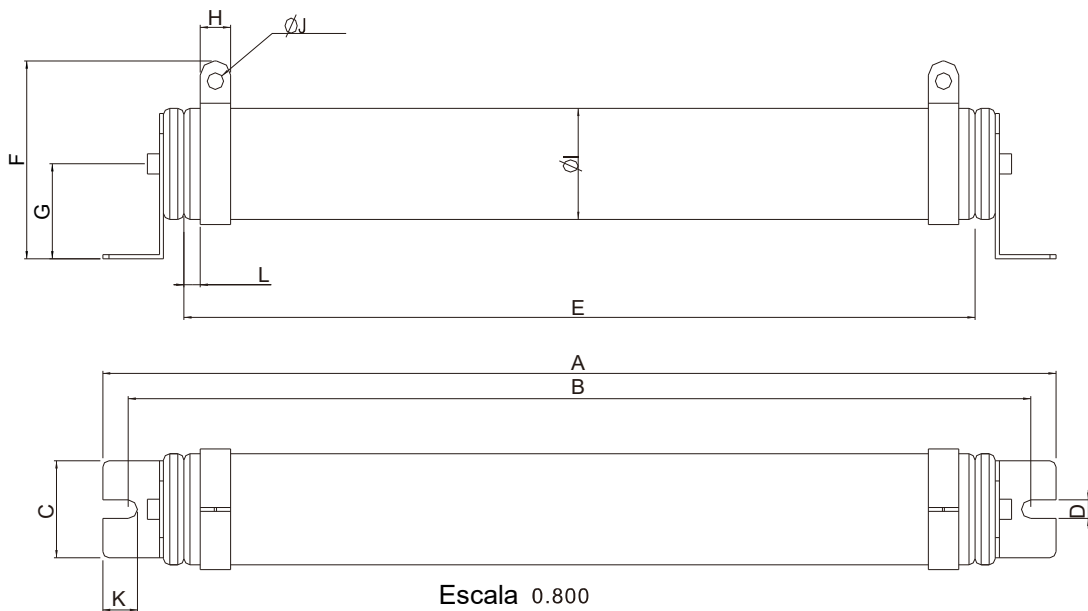

Figura 7-1
1.1 Resistores de fio enrolado: Para 1000 W e acima, consulte a seguinte aparência do resistor de fio enrolado (Figura 7-1) e sua tabela de comparação de modelos e especificações (Tabela 7-5) para detalhes.